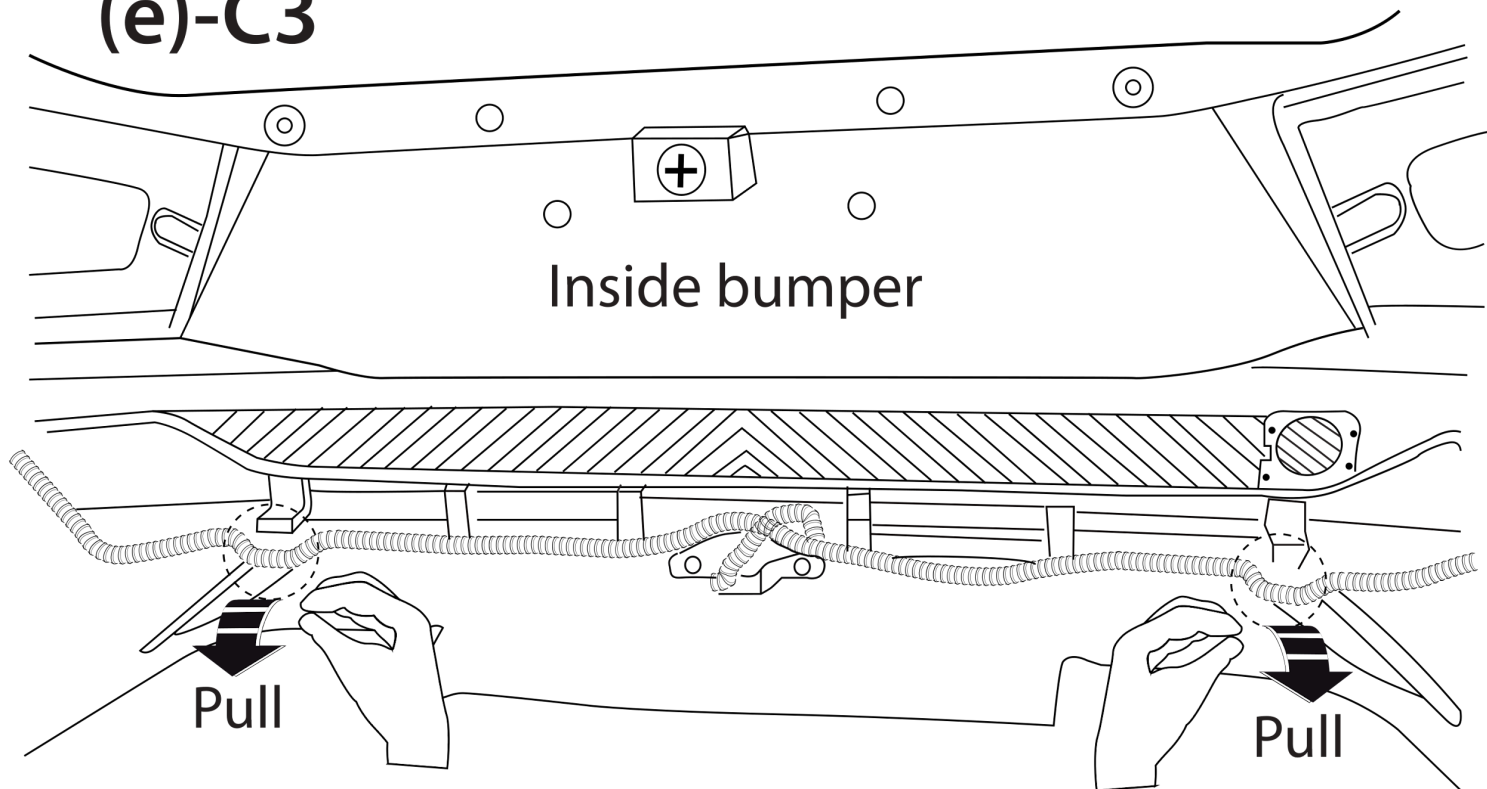

Fig. 10
15. Удалите X слева и справа. См. рисунок 10.